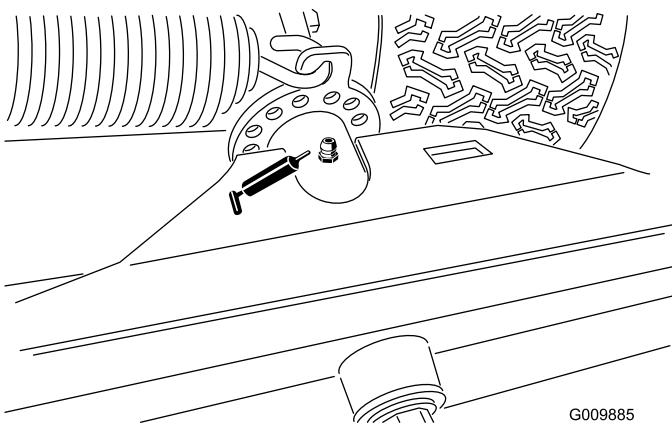

Figure 40
- Pivot de vérin de levage arrière (Figure 40)